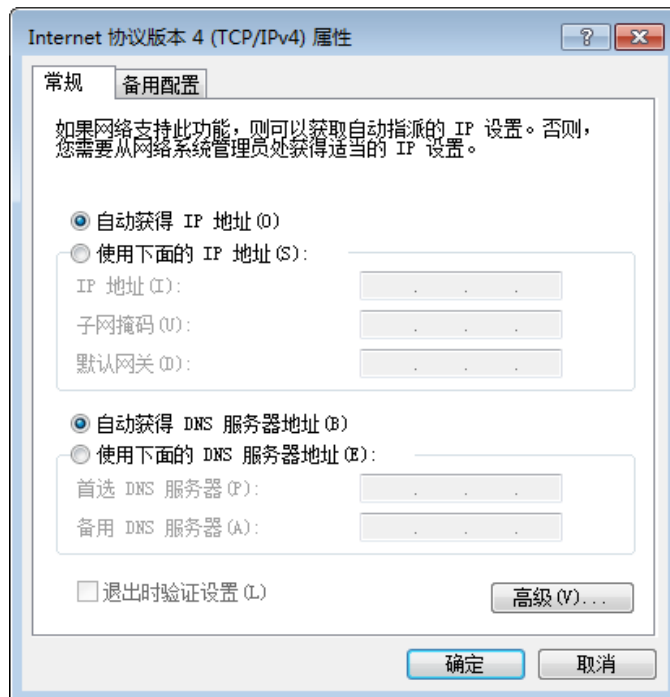

图2-1 本地网卡配置
1. 依次打开电脑上的控制面板>>网络和 Internet>>网络和共享中心>>更改适配器配置，选择对应的网卡，将网卡配置成自动获得 IP 地址或手动分配成与相机同一网段的 IP 地址，如图 2-1 所示。确保相机与电脑的 IP 地址为同一个网段，可以 Ping 通即可。